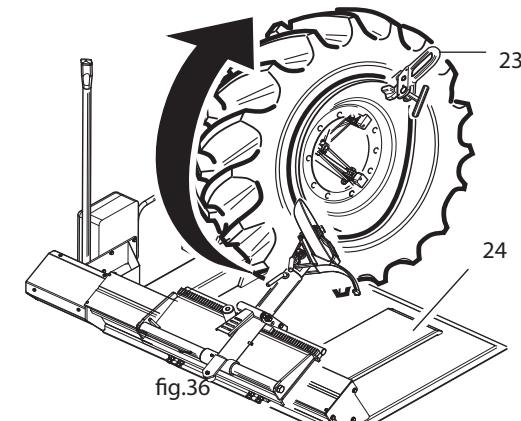

fig.36
» Appoggiare il pneumatico sul cerchione, montare l'apposita pinza (23) (fig.36) sul bordo anteriore del cerchione e posizionare l'utensile con riferimento al filo del bordo del cerchione.
» Introdurre la camera d'aria (tenendo presente di abbassare il mandrino) ed appoggiare la ruota sulla pedana carrello (24) (fig.36) per favorirne il montaggio.
» Posizionare di nuovo l'utensile in prossimità della valvola con l'apposito segno di riferimento al bordo del cerchione, montare la pinza (23) (fig.36) alla sinistra dell'utensile facendo girare la ruota in senso orario ed assicurandosi che il tallone sia nel canale del cerchio.
» Place the tyre on the rim, clamp the special pincers (23, fig. 36) on the front rim flange and position the tool with reference to the edge of the rim flange.
» Insert the inner tube (remembering to lower the spindle) and support the wheel on the trolley platform (24, fig. 36) to assist the operation.
» Re-position the tool near to the valve with the relevant reference point on the edge of the rim. Clamp the pincers (23, fig. 36) to the left of the tool and rotate the wheel clockwise making sure that the bead is inside the rim channel.
- » Appuyer le pneu sur la jante, monter la pince (23, Fig.36) sur le bord avant de la jante et positionner l'outil avec la référence au fil du bord de la jante.
- » Introduire la chambre à air en abaissant le plateau et appuyer la roue sur la plate-forme du chariot (24, Fig. 36) pour en rendre plus facile le montage.
- » Positionner à nouveau l'outil près de la soupape selon la référence au bord de la jante, monter la pince (23, Fig.36) à gauche de l'outil en faisant tourner la roue et en s'assurant que le talon soit dans les creux de la jante.
- » Den Reifen auf den Felgen aufsetzen, die entsprechende Zange (23) (Abb. 36) am vorderen Rand des Felgens festklemmen und das Gerät auf der Höhe des Felgenrands positionieren.
- » Die Luftpumpe (auf das Heruntersenken des Zapfens achten) einführen und zur Erleichterung des Montevorgangs das Rad auf dem Fußbrett des Schlittens aufsetzen (24) (Abb. 36).
- » Das Gerät erneut in die Nähe der Düse bringen und sich dabei an das Zeichen am Felgenrand halten, die Zange an der linken Seite des Geräts anbringen (23) (Abb. 36) und gleichzeitig das Rad im Uhrzeigersinn drehen und sich versichern, daß der Wulst im Felgenkanal ist.
- » Apoyar el neumático sobre la llanta, montar las tenazas especiales (23) (Fig. 36) sobre el borde delantero de la llanta.
- » Introducir la cámara neumática recordándose bajar el mandril y apoyar la rueda sobre la plataforma con carro (24) (Fig. 36) para facilitar su montaje mismo.
- » Colocar nuevamente el utensilio cerca de la válvula con la apropiada señal de referencia al borde de la llanta, montar las tenazas (23) (Fig. 36) a la izquierda del utensilio girando la rueda en sentido horario y asegurándose de que el talón esté en el canal de la llanta.